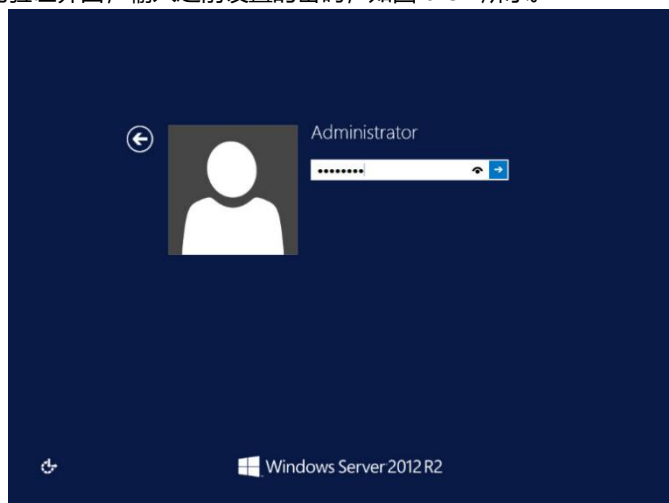

图 6-37
- s. 进入密码验证界面, 输入之前设置的密码, 如图 6-37 所示。